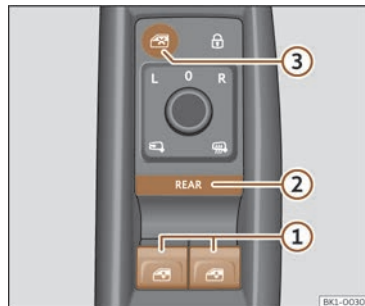

Fig. 91 Detalle da porta do condutor: mandos para as fiestras.
Por defecto, os alzavidros eléctricos das portas dianteiras pódense manexar coas teclas  >>> **fig. 91** ①.
REAR Prema brevemente o botón >>> **fig. 91** ② para activar o funcionamento dos alzavidros eléctricos das portas **traseiras**. Cando o manexo dos alzavidros eléctricos das portas traseiras está activado, acéndese a luz do botón.
Accione o botón >>> **fig. 91** ③ para desactivar as teclas dos alzavidros eléctricos situados nas portas traseiras. Cando estas teclas están desactivadas, a luz do botón apágase.